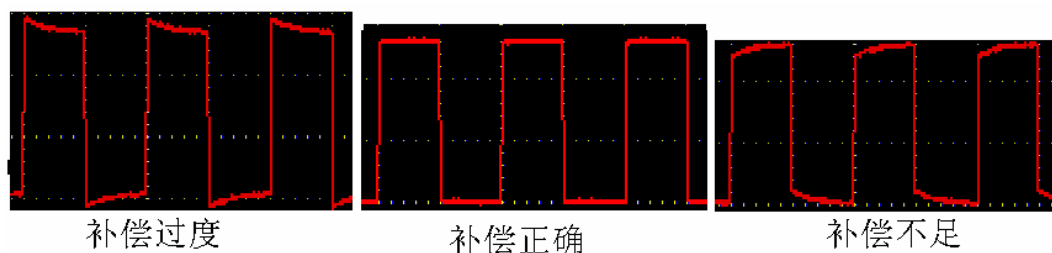

图 7：探头补偿显示波形
- 2、 检查所显示的波形，调节探头，直到补偿正确。见图 7，8。